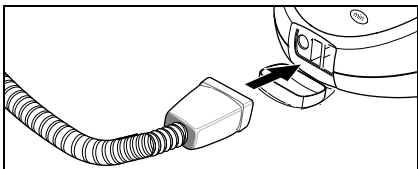

Bild 5
- Ånganslutningen (C7) ansluts i aggregatets uttag (A1). Ånganslutningens låsning ska i detta läge låsa fast i aggregatets uttag (se bild 5).